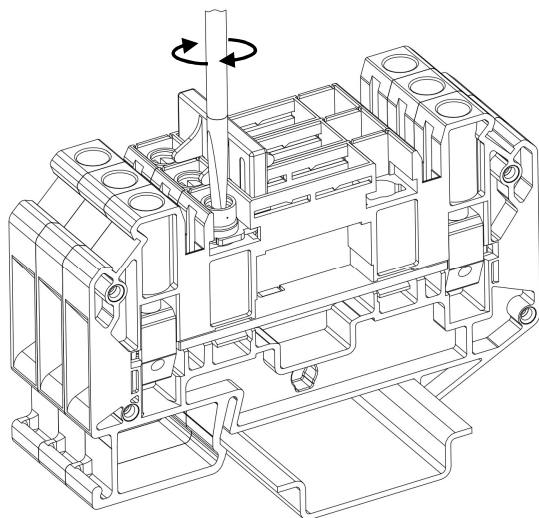
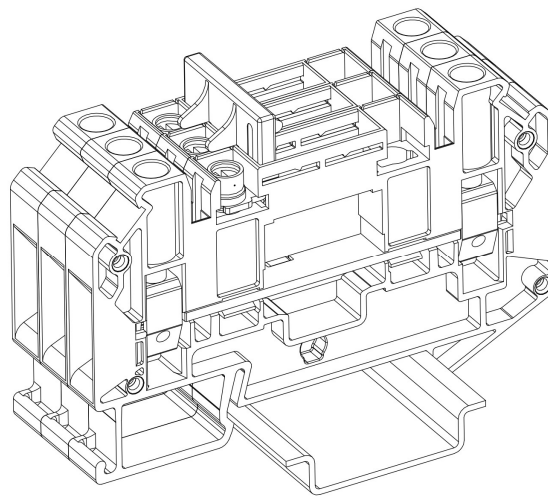

Рисунок 59 – фиксация коммутационной перемычки
Рисунок 60 – зафиксированная коммутационная перемычка
- Вставьте плоскую отвертку в шлиц винта коммутационной перемычки и, закручивая винт отверткой по часовой стрелке, затяните каждый винт перемычки до момента фиксации (рис. 59; рис. 60).